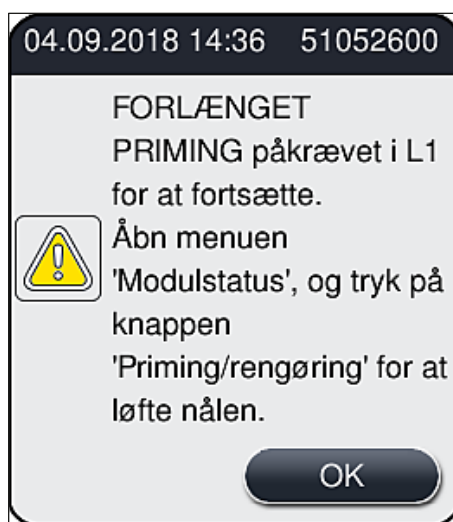

Fig. 100
2. Se den meddelelse, der vises (→ Fig. 100), og bekræft med knappen **Ok**.